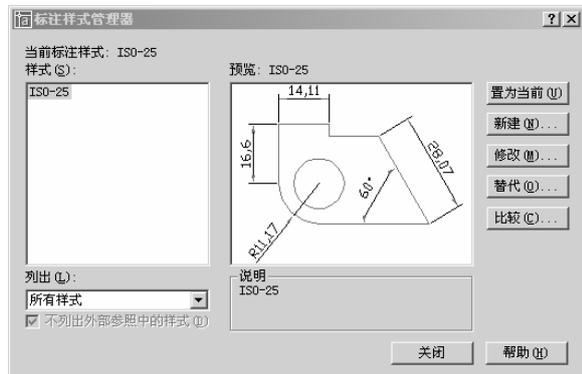

图 2-67 “标注样式管理器”对话框
选择“格式”→“标注样式”命令，弹出如图 2-67 所示的“标注样式管理器”对话框，在“样式”列表框中有一个默认的风格 ISO-25。
① 在“标注样式管理器”对话框中，单击“新建”按钮，如图 2-67 所示，弹出“创建新标注样式”对话框。在“新样式名”文本框中输入新的样式名称“尺寸标注样式 1”；在“基础样式”下拉列表框中选择新样式的副本，在新样式中包含了副本的所有设置，默认基础样式为 ISO-25；在“用于”下拉列表框中选择应用新样式的尺寸类型，如图 2-68 所示。